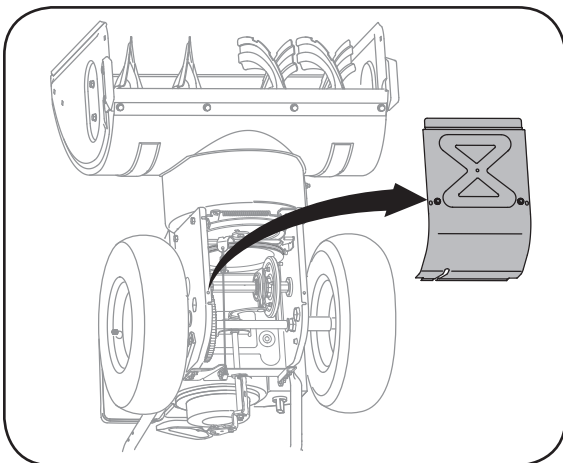

Figure 6-5
2. Basculez doucement la souffléuse vers l'avant pour la faire reposer sur l'habillage de la tarière. Démontez le couvre-châssis du dessous de la souffléuse en retirant les quatre vis auto-taraudées qui le maintiennent en place. Voir la Figure 6-5.